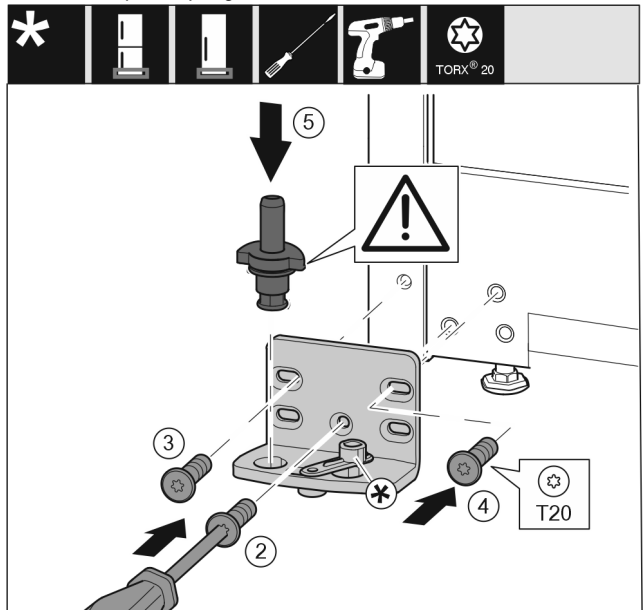

Fig. 21
- ▶ Установите опорный кронштейн с другой стороны и прикрутите с помощью отвертки. Начиная с винта Fig. 21 (2) снизу в центре.
- ▶ Затяните винт Fig. 21 (3) и винт Fig. 21 (4).
- ▶ Снова установите опорный палец Fig. 21 (5) в сборе. При этом проследите за тем, чтобы выступ фиксатора был направлен назад.